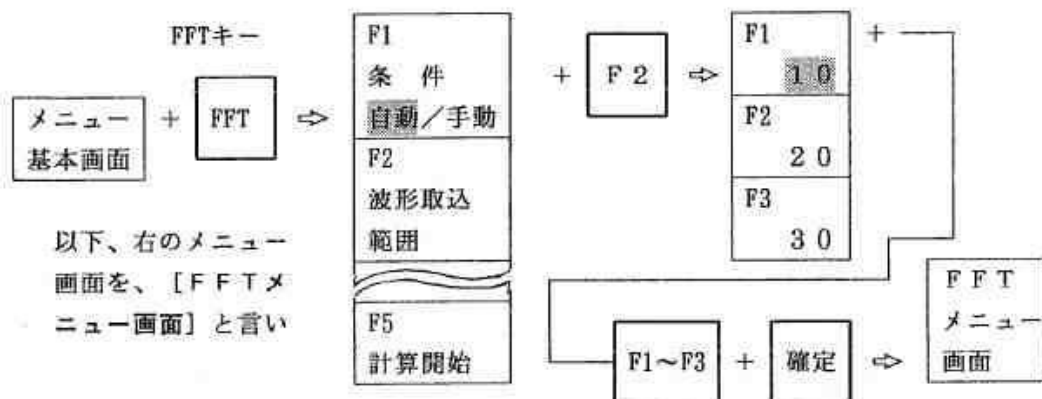

図 7.2.2 自動FFTの手順
- ① 機能キー [FFT] を1回押します。図 7.2.2 に示す選択メニューがメニューエリアに表示されます。
- ② 選択キー [F2] を1回押します。メニューエリアには、図 7.2.2 に示す波形取込範囲の選択メニューが表示されますから、次の基準を参考にして、数値を選択します。
(1) 広帯域と予想される場合 N = 10
(2) 狭帯域と予想される場合 N = 20 ~ 30